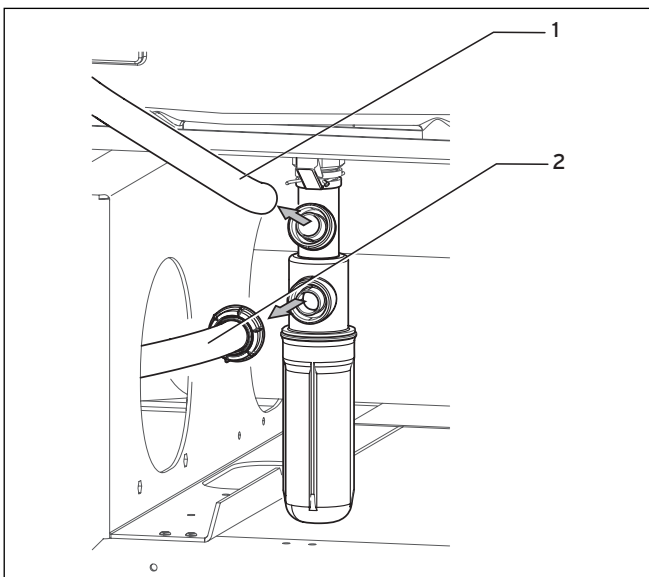

Рис. 8.2 Отсоединение шлангов
- Ослабьте шланги (1) и (2, рис. 8.2).